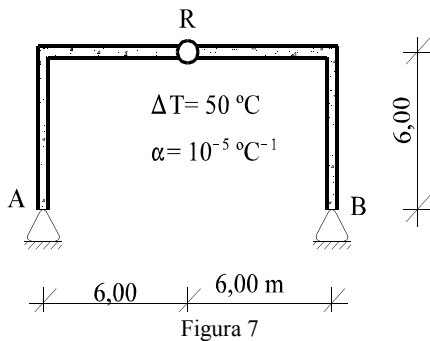

Figura 7
7) El pórtico triarticulado de la figura 7 sufre el incremento de temperatura uniforme indicado en la propia figura. Se pide dibujar su deformada a estima y acotar sobre ella el movimiento vertical v_R de la rótula R. (Examen enero 2013.)